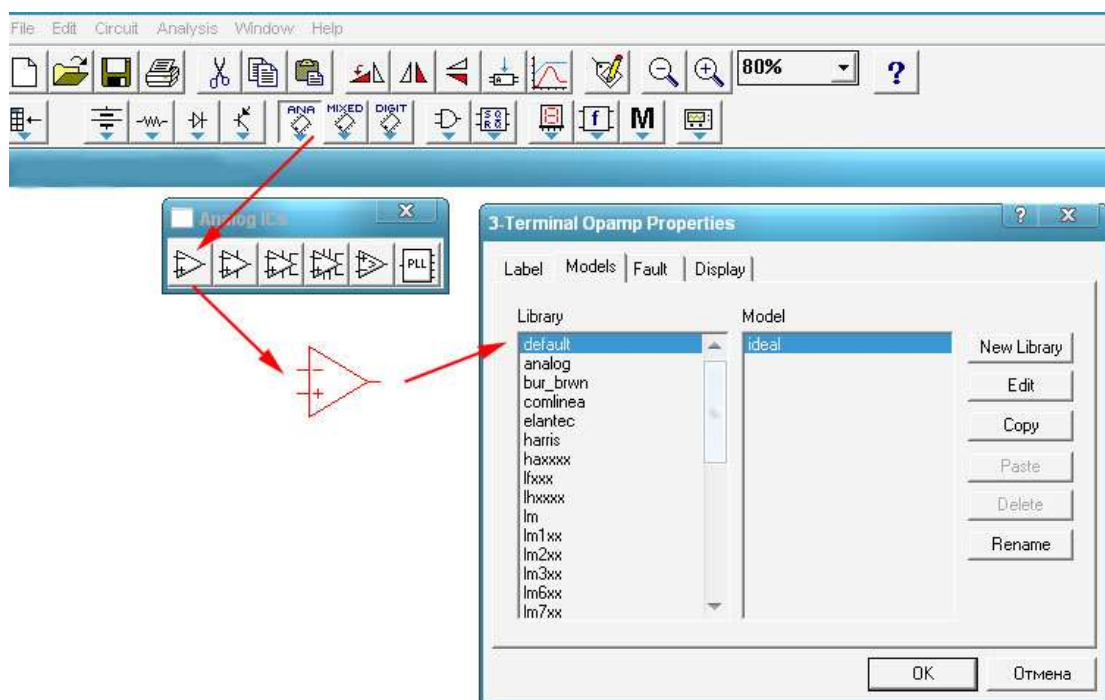
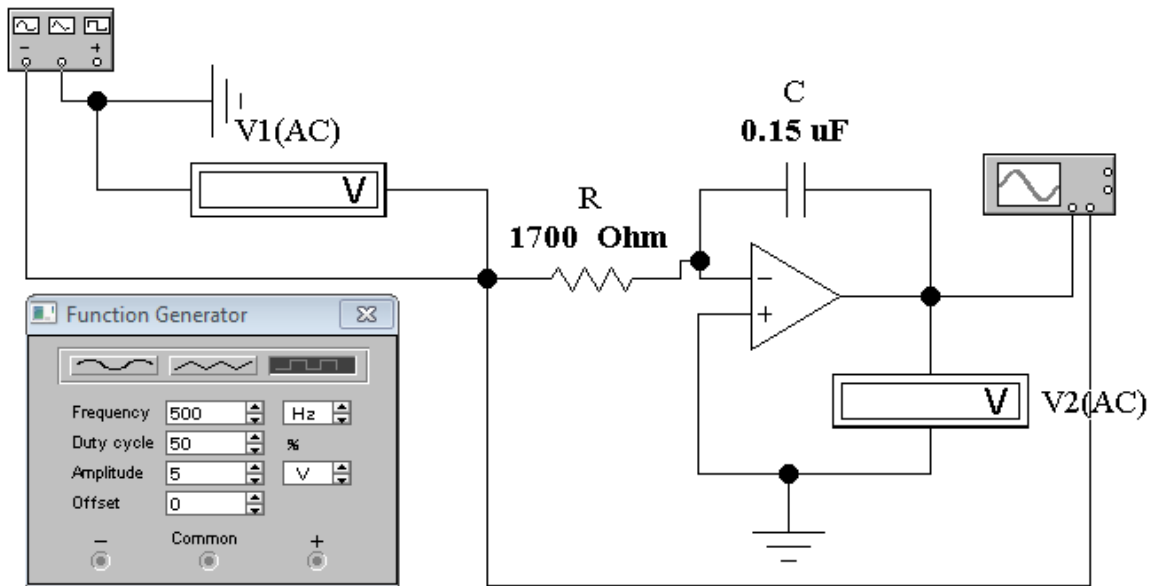
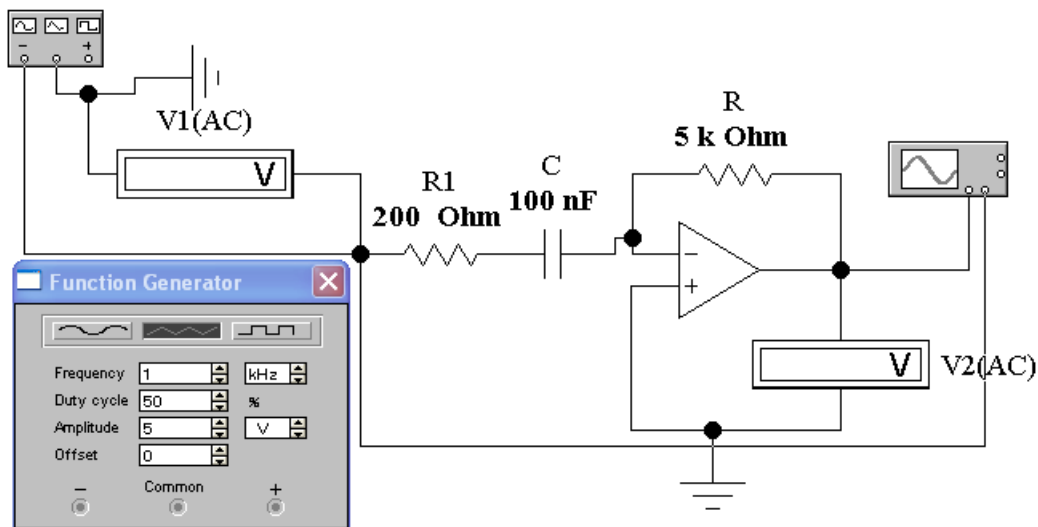

Рис. 6.2
Рис. 6.3
Рис. 7.2
Схема электрической цепи для интегрирующего ОУ показана на рис. 6.3. Выбор ОУ осуществляем согласно рис. 6.2.
1. Собрать электрическую цепь интегрирующего ОУ по схеме рис. 6.3, используя данные для сопротивления  $R_{ВХ}$  и емкости  $C$  согласно варианту из табл. 6.1.
Схема электрической цепи для дифференцирующего ОУ показана на рис. 7.2. Выбор ОУ осуществляем так же, как в предыдущей работе (см. рис. 6.2).